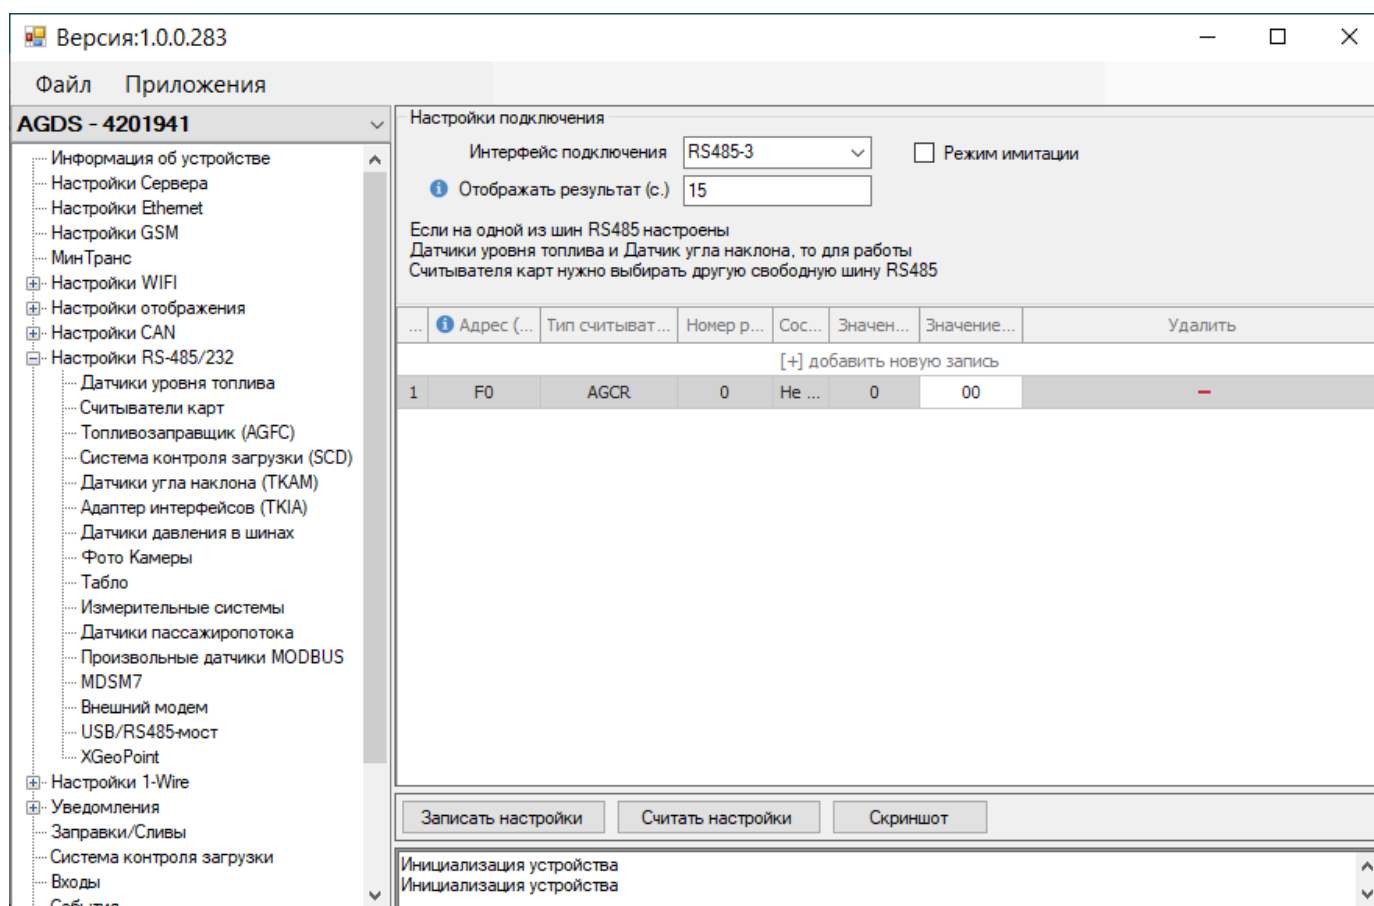

Рис.85. Рабочая область пункта «Считыватели карт»
2. Выберите в списке программы-конфигуратора пункты Настройки RS-485/232 | Считыватели карт \(Рис.85\).